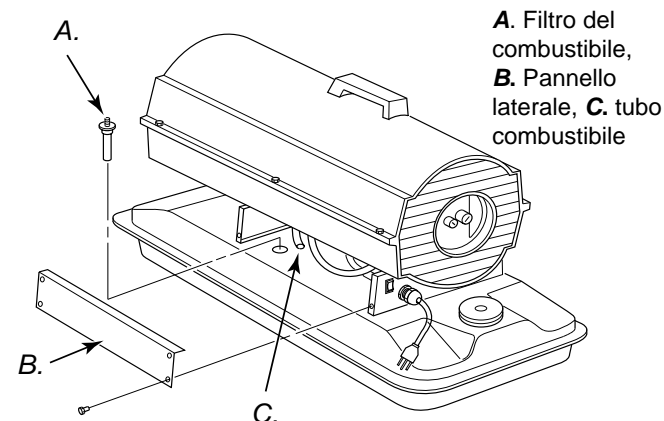

Abbildung 9 – Entfernen des Kraftstofffilters 10 kW und 20 kW Modelle.
3. Die vier Schrauben der Seitenabdeckung mit einem CH8 Zoll Steckschlüssel und dann die Seitenabdeckung entfernen (siehe Abb. 9 oder 10).
12. Die Seitenabdeckung montieren (siehe Abb. 9 oder 10).